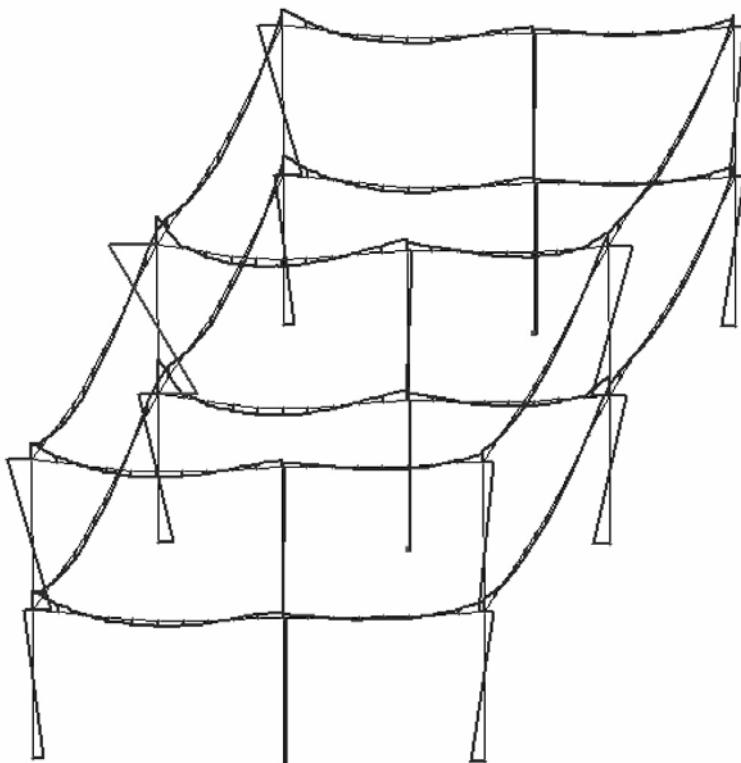

Рис.4.25. Эпюры изгибающих моментов M_y
- Выведите на экран эпюру **M_Y** (рис. 4.25) с помощью меню **Усилия ⇒ Эпюры ⇒ Эпюры изгибающих моментов (M_Y)** (кнопки и на панели инструментов).